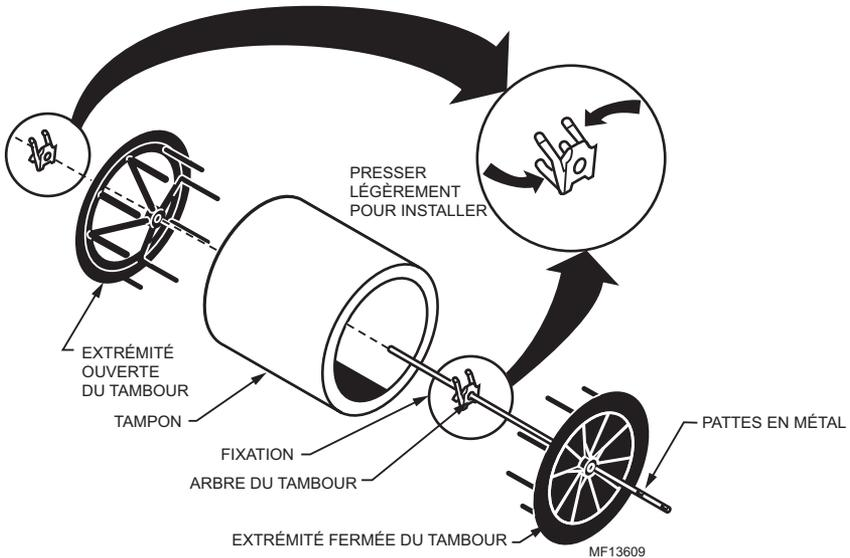

Fig. 3. Ensemble tambour.
7. Pour désassembler le tambour, consulter l'illustration de la figure 3.